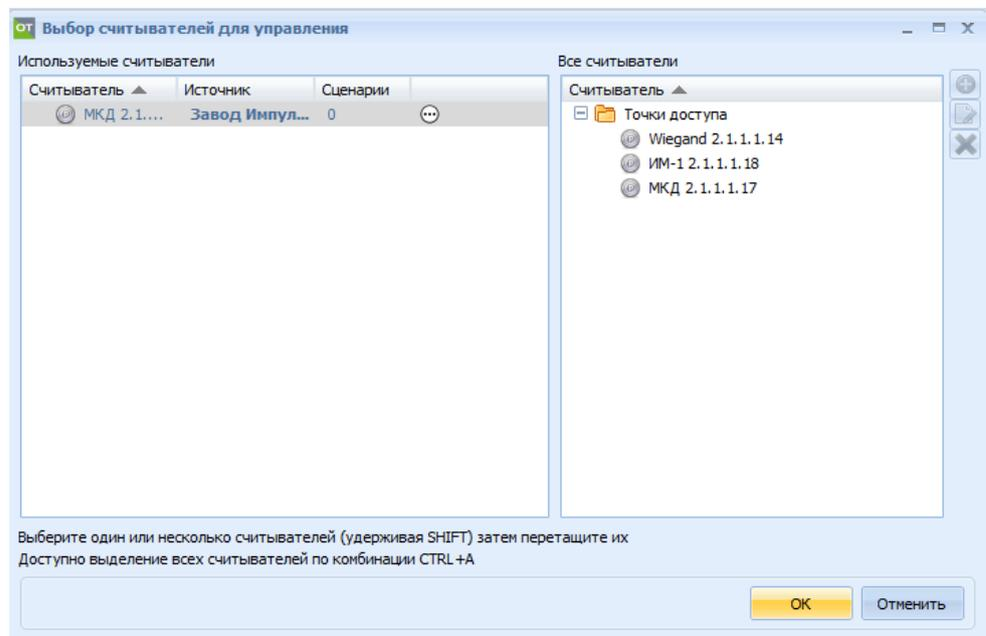

Рисунок 25.14 – Окно «Выбор считывателей для управления»
– **Сценарии** – выбрать считыватели, используемые для автоматического запуска сценариев. Необходимо нажать кнопку «Изменить», и в открывшемся окне «Выбор считывателей для управления» перетащить нужные считыватели из поля «Все считыватели» в поле «Используемые считыватели» (рисунок 25.14).